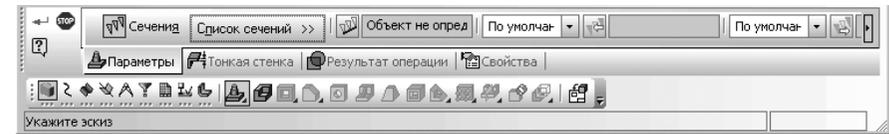

Рис. 2.135. Фрагмент главного окна системы: **Панель свойств: Элемент по сечениям, Компактная панель и Строка сообщений**
- щелкните в **Компактной панели** по первой кнопке переключателю  – **Редактирование детали**, если она не нажата, а затем по первой кнопке в панели инструментов – в правой части **Компактной панели** – по кнопке **Операции** и, не отпуская ее, переместите указатель курсора с нажатой левой кнопкой по появившейся дополнительной (расширенной) панели и остановитесь на кнопке  – **Операция по сечениям**. Отпустите нажатую левую кнопку мыши. Система перейдет в режим выполнения **Операции по сечениям**. Появится соответствующая **Панель свойств: Элемент по сечениям** (рис. 2.135).